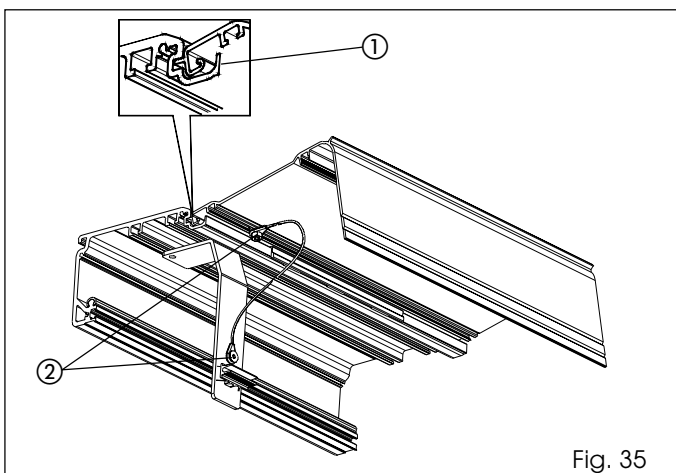

Fig. 35
- Per tenere il carter aperto, sollevarlo e spingerlo verso il profilo fino ad ottenere l'incastro della sporgenza metallica nella sede del profilo (fig. 35 rif. ①).
- Fissare i cavetti paracadute al carter e alle staffe fissaggio carter come indicato in fig. 35 rif. ②).